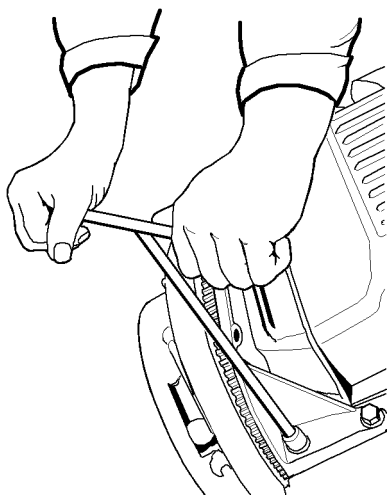

Рис. 4.119. Снятие усилителя картера сцепления
- снимите усилитель картера сцепления (рис. 4.119);